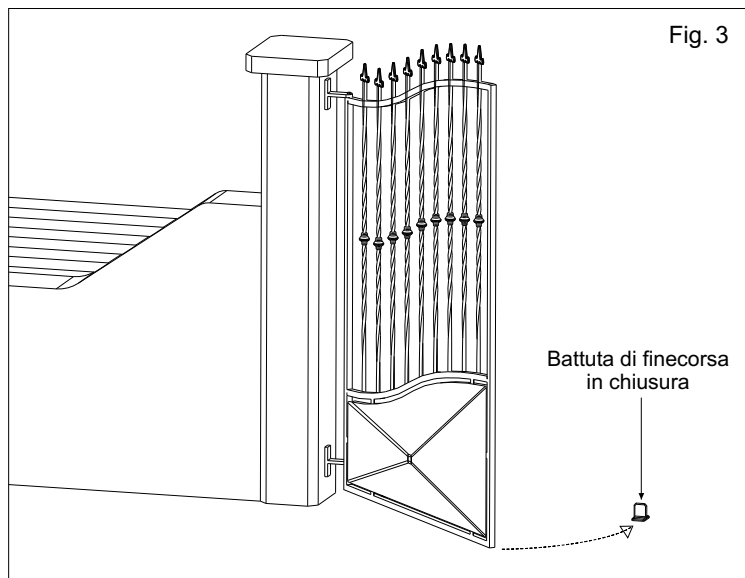

Fig. 3
- in caso di anta di lunghezza superiore a 1,8 m e 150 Kg di peso, è consigliabile fissare al suolo una battuta meccanica in chiusura (Fig. 3).